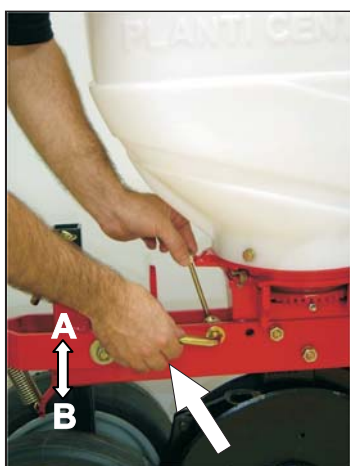

Fig. 21
1. Destrave o reservatório de semente, puxando a trava para cima direção (A). - **Fig. 21**
Obs. Para travar o conjunto acople o pino cilíndrico da base da caixa no encaixe e movimente a alavanca para a direção (B).- **Fig. 21**